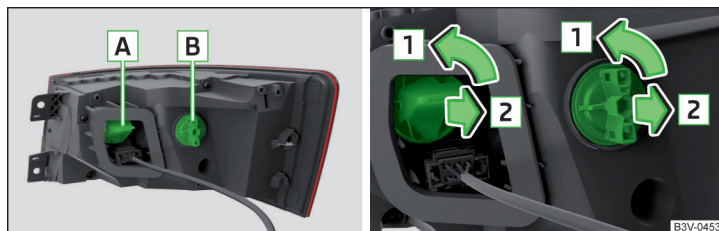

Fig. 372 Luz posterior / cambiar bombilla
- Girar el portalámparas con la bombilla **A** y/o **B** » fig. 372 en el sentido de la flecha **1**.